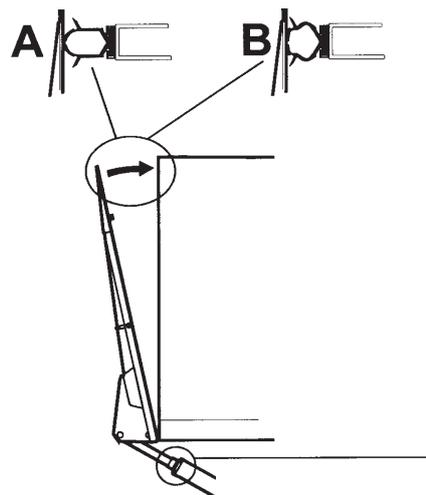

Figura 38. Ajuste de apoyo contra la carrocería
1. Cerrar el puente hacia la caja, véase Figura 38.